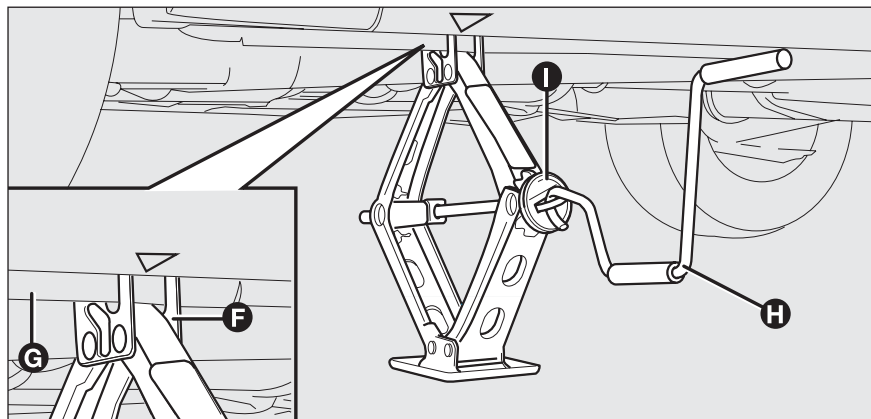

fig. 5
- ☐ certificar-se de que a estria **F**-fig. 5 do macaco esteja bem calçada na patilha **G** da longarina;